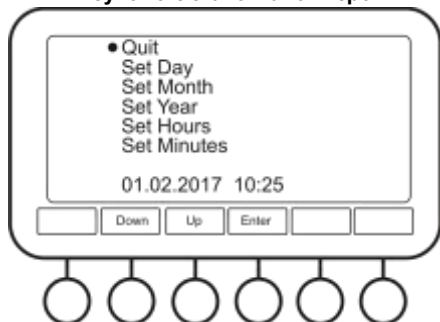

Рисунок 5. Установка времени и даты
- 5.9.2 **Дата и время (Date & Time, рис. 5).** Для установки даты и времени, нажмите кнопку **Enter** для выбора изменяемого параметра, затем кнопки **Up** и **Down** для изменения значений и кнопку **Enter** для подтверждения изменений.